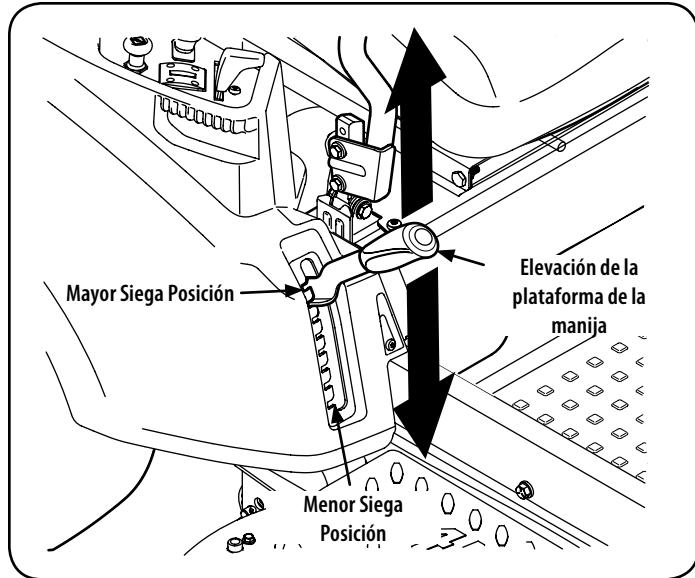

Figura 15
- Usando la manija de elevación de la plataforma, levante la plataforma a la posición que le ofrece mayor recorrido horizontal de la correa entre las poleas locas de la plataforma y la polea toma de fuerza en la parte inferior del motor. Ver Figura 15.
- Baje la plataforma hasta la posición más baja usando la manija de elevación de la cubierta. Ver Figura 15.
- Coloque la manija de elevación de la plataforma en la posición más alta corte Ver Figura 15 .